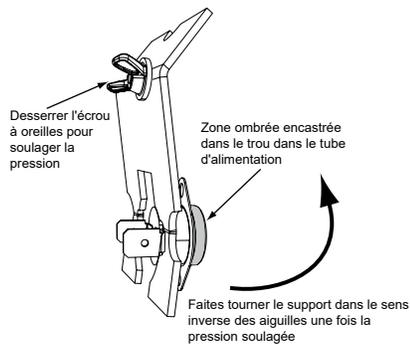

Figure 26.4
**REMARQUE** : Vous pourrez avoir besoin de pinces pour desserrer l'écrou à oreilles (**Figure 26.4**).